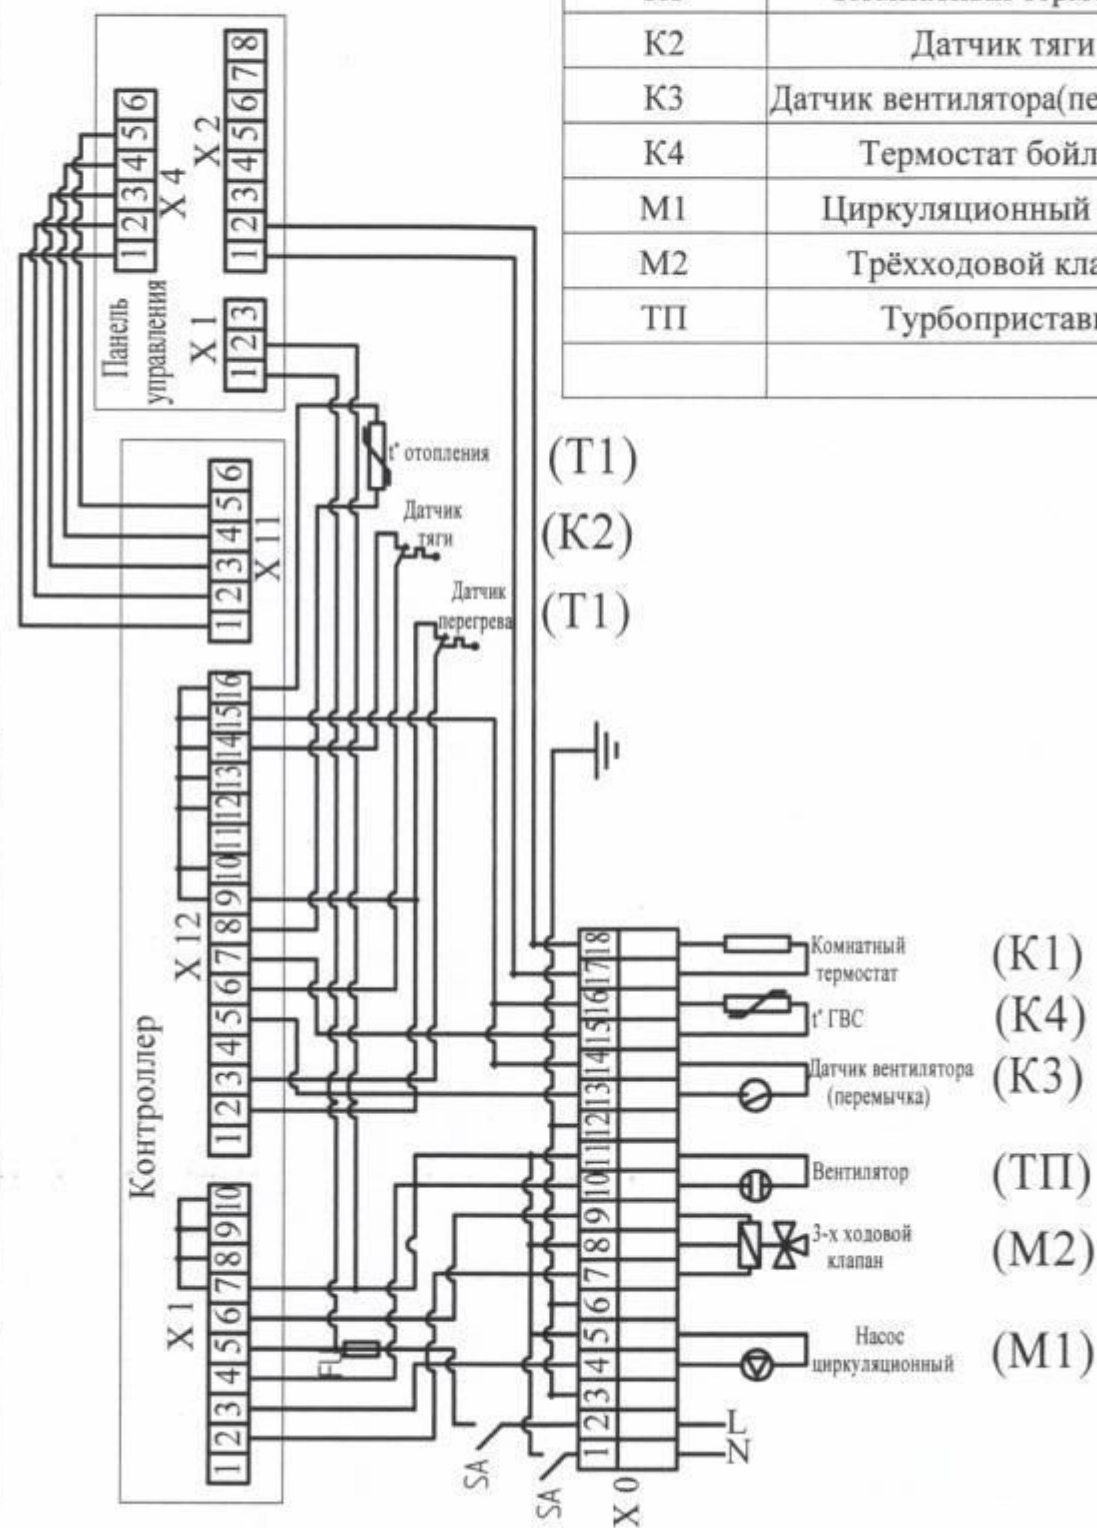

Рис. 7. Схема электрических соединений.
- Выполнить подключение дополнительных внешних приборов согласно схеме рис. 7 (если они были заказаны для имеющегося исполнения котла или предусмотрены проектом).
- произвести подключение циркуляционного насоса к контактам клеммной колодки (M1), как указано на рис. 7;
- снять перемычку с контактов 17, 18 клеммной колодки рис. 7;
- произвести подключение комнатного термостата (программируемого комнатного термостата) K1, в соответствии с инструкцией по его эксплуатации, как указано на рис. 7;
- произвести подключение контактов бойлера косвенного нагрева к контактам датчика температуры К 4, как указано на схеме рис. 7;
- установить в систему отопления трехходовой клапан VC6613 (MQ 6000/U) согласно электрической схеме рис. 7 и схеме системы отопления рис. 4 а.